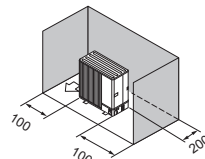

Fig. 2-11
- (3) Obstrucciones o superficies cerradas solo en las partes posterior y laterales (Fig. 2-11)